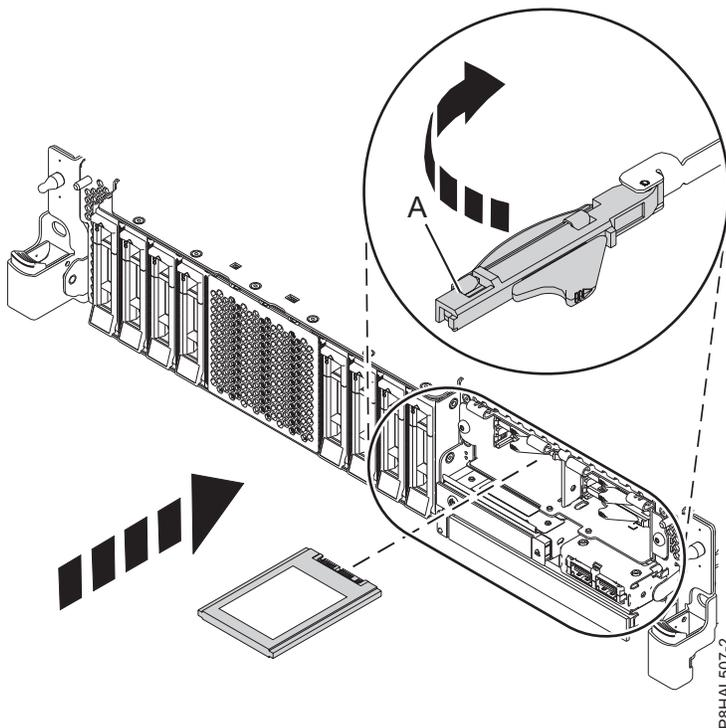

Figura 26. Instalación de una SSD en un sistema de función ampliada
16. Con el asa de la bahía de unidad SSD (A) en la posición de desbloqueo, tire de la palanca hacia afuera para acceder a los rieles de guía de la ranura de SSD. Sostenga la SSD por la parte inferior mientras la alinea con los rieles de guía de la ranura de SSD. Consulte la Figura 26 en la página 30.
21. Bloquee la unidad girando el asa de la bahía (A) en la dirección que se muestra en la Figura 26.